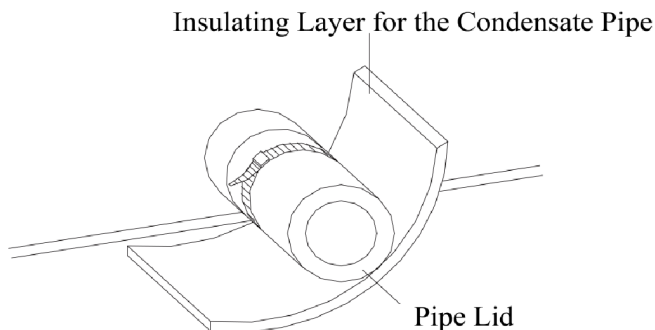

Fig.13 Isolamento termico del tubo della condensa
a. Il tubo della condensa deve avere una inclinazione di 5-10° per facilitare lo scarico della condensa. Per evitare la formazione di condensa in superficie, i raccordi del tubo della condensa devono essere rivestiti di materiale isolante (vedere Fig. 13).